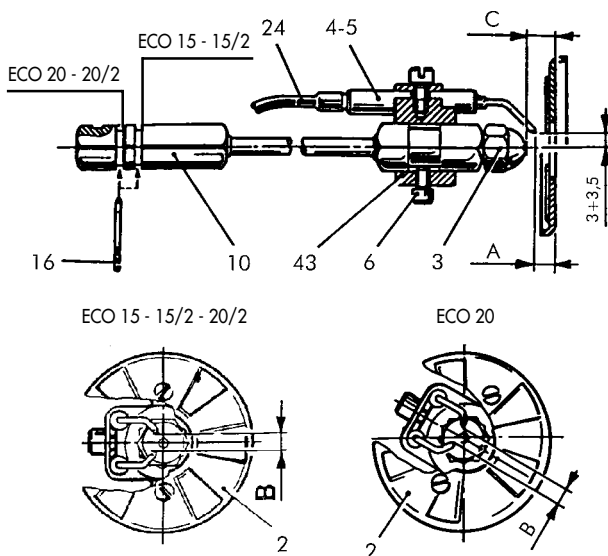

Fig. 14
- Ugello (3) difettoso e sporco;
- Elettrodi di accensione (4-5) incrostati o danneggiati (vedere le posizioni in fig. 14);
- Fotoresistenza (19) annerita;
- Difettosa tenuta dell'elettrovalvola (29);
Effettuare la pulizia possibilmente senza variare la loro posizione rispetto al disco deflettore; nel caso ciò accadesse rispettare in fase di montaggio le dimensioni indicate in fig. 14.